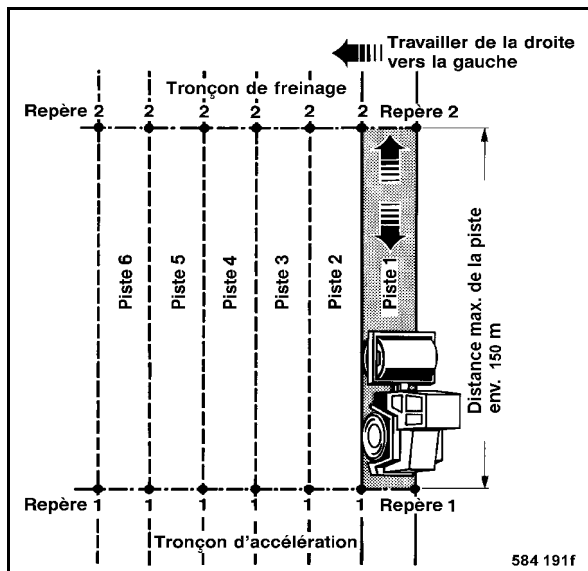

Fig. 93
- Marquer la piste à compacter (Fig. 93).